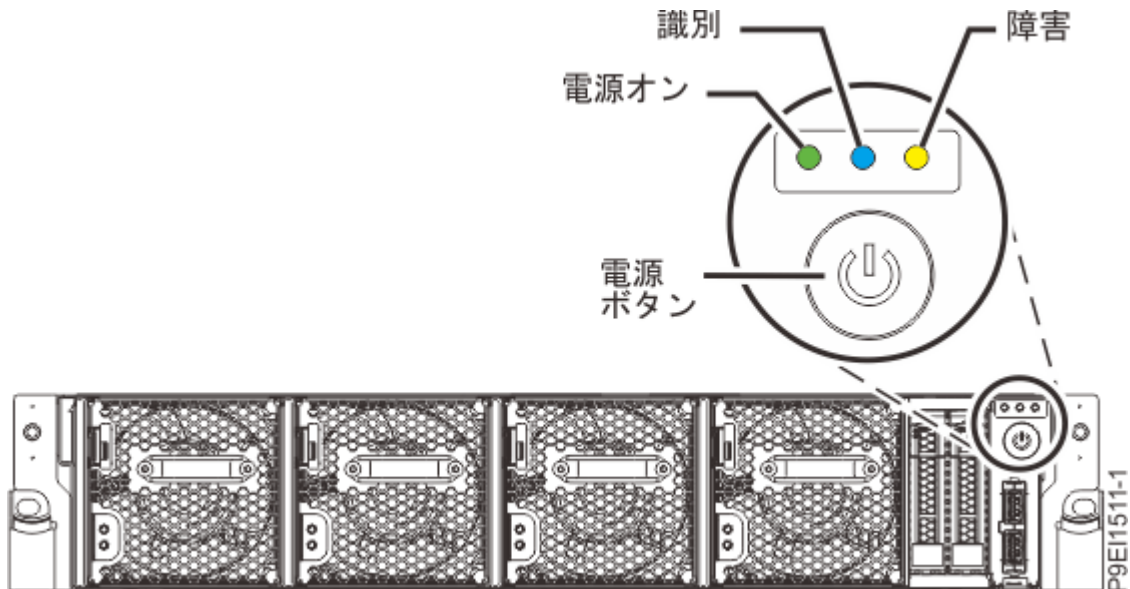

図 39. 電源ボタン
- 電源オン LED (81 ページの図 39 を参照) が明滅している。ライトが明滅している場合、装置にスタンバイ電源が供給されていることを示します。
3. 81 ページの図 39 に示す電源ボタンを押します。